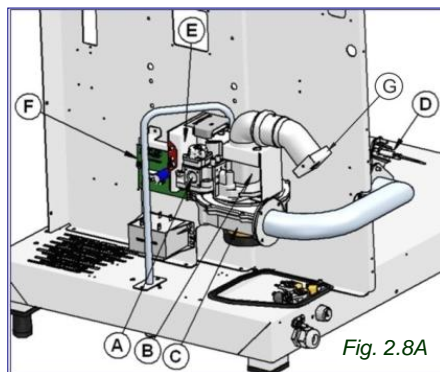

Fig. 2.8A
(Brûleur chauffage chambre de cuisson) (Fig. 2.8A-B-C)
**ATTENTION:** pour les fours modelés **207G** et **606G** il est nécessaire de remplacer le régulateur d'aire fixe (G) (Fig.2.8A) avec un autre régulateur approprié:
3 Calibrer la vitesse de l'électro ventilateur (C) de (Fig. 2.8A-B), en suivant les modalités suivantes: